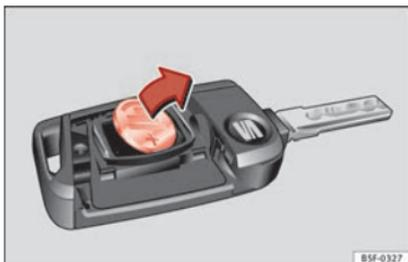

Fig. 94 Llave del vehículo: extracción de la pila.
- Extraiga la pila del compartimento con un objeto fino adecuado » **fig. 94**.
- Coloque la pila nueva tal como se muestra » **fig. 94** y presiónela en el compartimento para la pila en sentido contrario a la flecha » **1**.